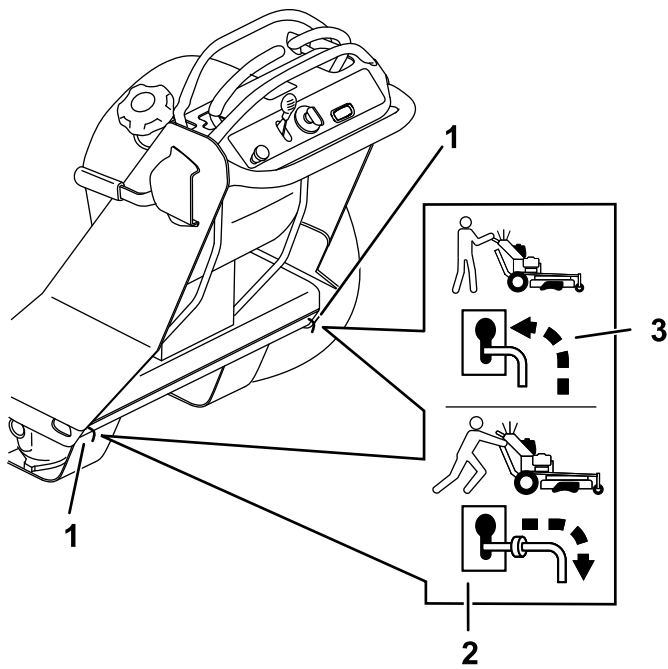

Figura 67
4. Mova ambas as alavancas de derivação para trás através do orifício da chave e para baixo para as bloquear no lugar (Figura 67).
7. Desligue o motor e mova as alavancas de derivação para a frente através do orifício da chave e para baixo para as bloquear no lugar (Figura 67).